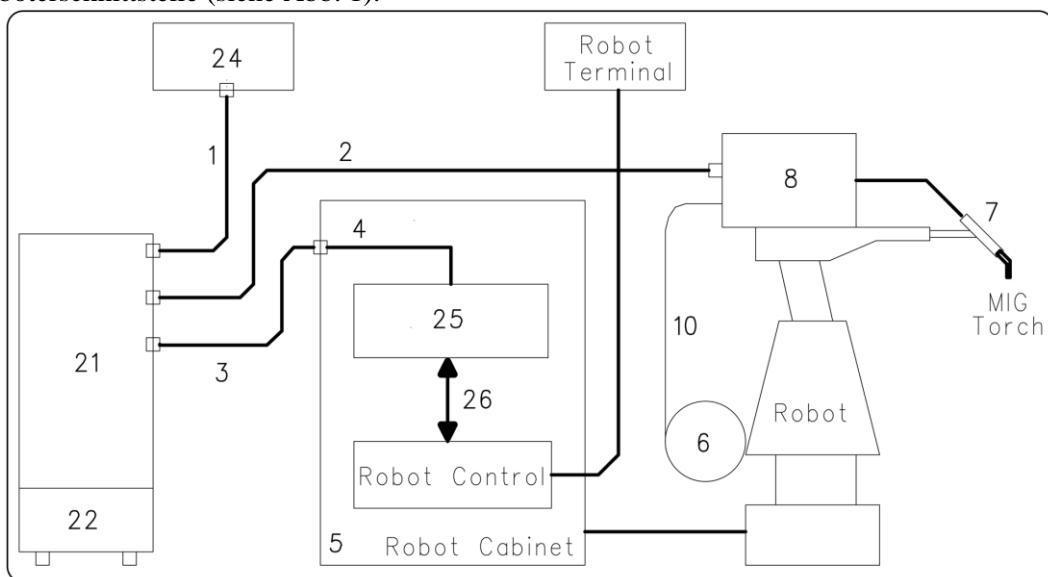

Abb. 1
Es umfasst eine Stromquelle sowie ggf. ein Kühlaggregat, ein Drahtvorschubgerät, eine Steuertafel und eine Roboterschnittstelle (siehe Abb. 1).
3.2 Inbetriebnahme der Stromquelle (Abb. 1).